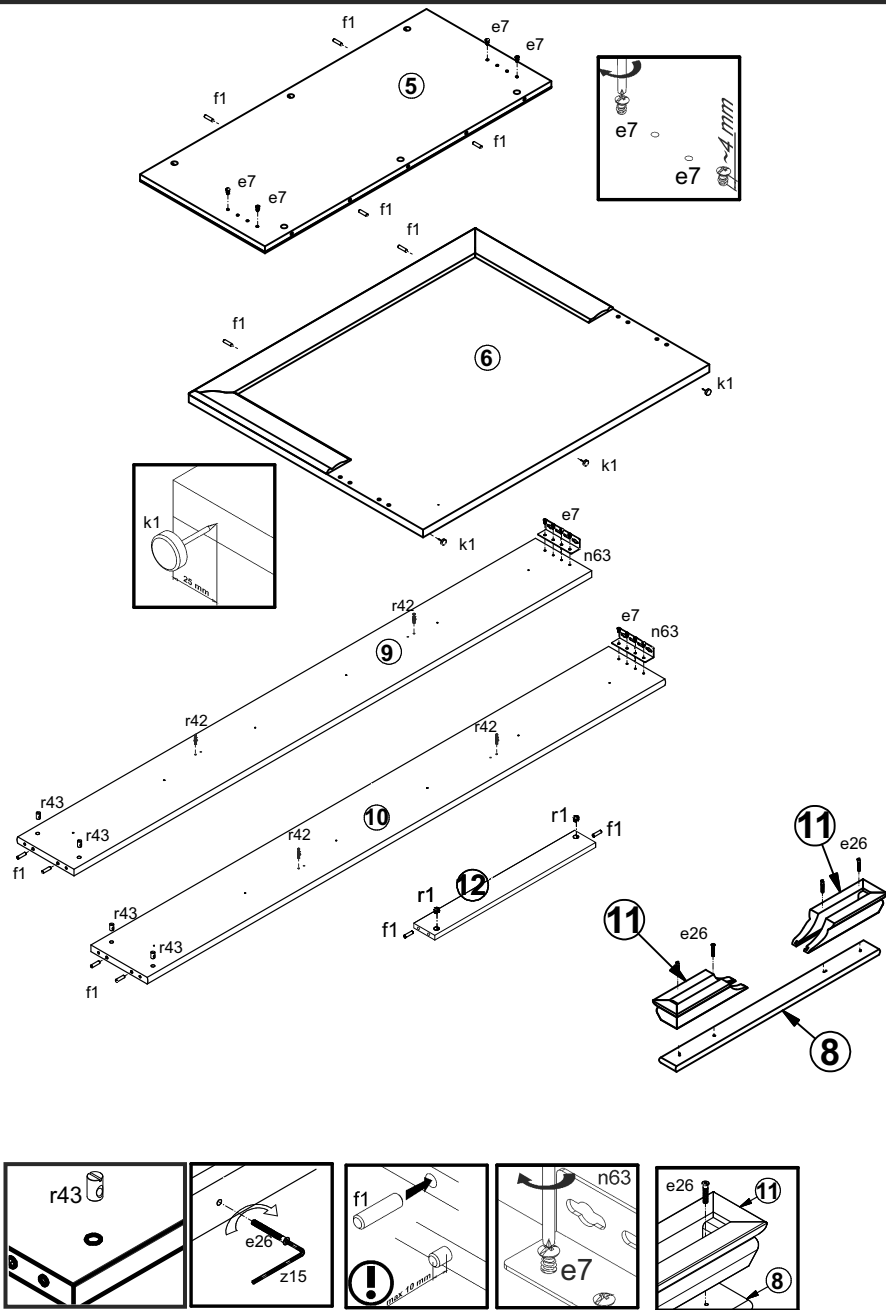

Рисунок 2
2. В отверстия $\varnothing 8$ мм на торцевых кромках стенок боковых **9, 10**, цоколей **12**, на верхней и нижней кромках спинки передней **5**, на верхней кромке спинки задней **6** вбить деревянные шканты **f1** (см. рис. 2).
4. В отверстия $\varnothing 10,5$ мм на внутренних поверхностях стенок боковых **9, 10** вставить гайки **r43** (см. рис. 2).
3. В отверстия $\varnothing 5$ мм на внутренних поверхностях стенок боковых **9, 10** еврошурупами **e7** закрепить уголки металлические **p63** (см.рис. 2).
5. На нижней кромке спинки задней **6** установить опоры (подпятники) **k1**(см. рис. 2).
7. В отверстия $\varnothing 8$ мм на нижней поверхности щита нижнего **8** закрепить ноги **11** конформатами **e26** (см. рис. 2).